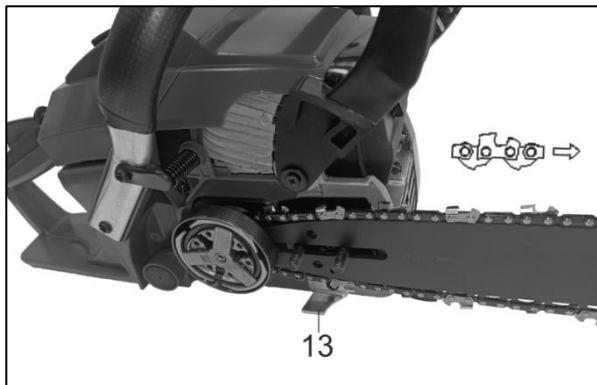

Fig.9
- 3) Placez la chaîne sur le pignon derrière l'embrayage et faites-la passer autour du guide-chaîne. Assurez-vous que la chaîne est placée au-dessus de la patte anti saut de chaîne (13). (Fig. 9)